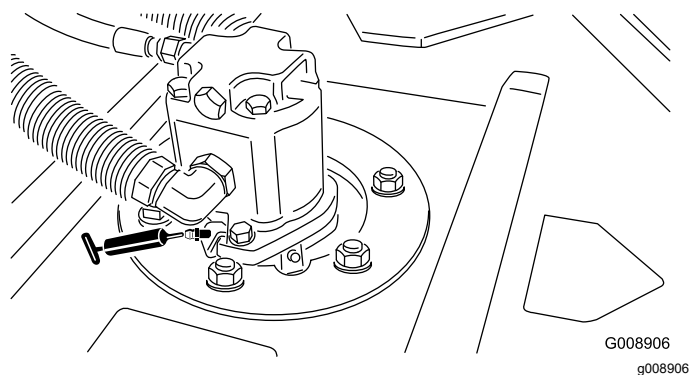

Рисунок 44
- Подшипники шпинделя режущего блока (по 2 шт. на режущий блок) (Рисунок 44)